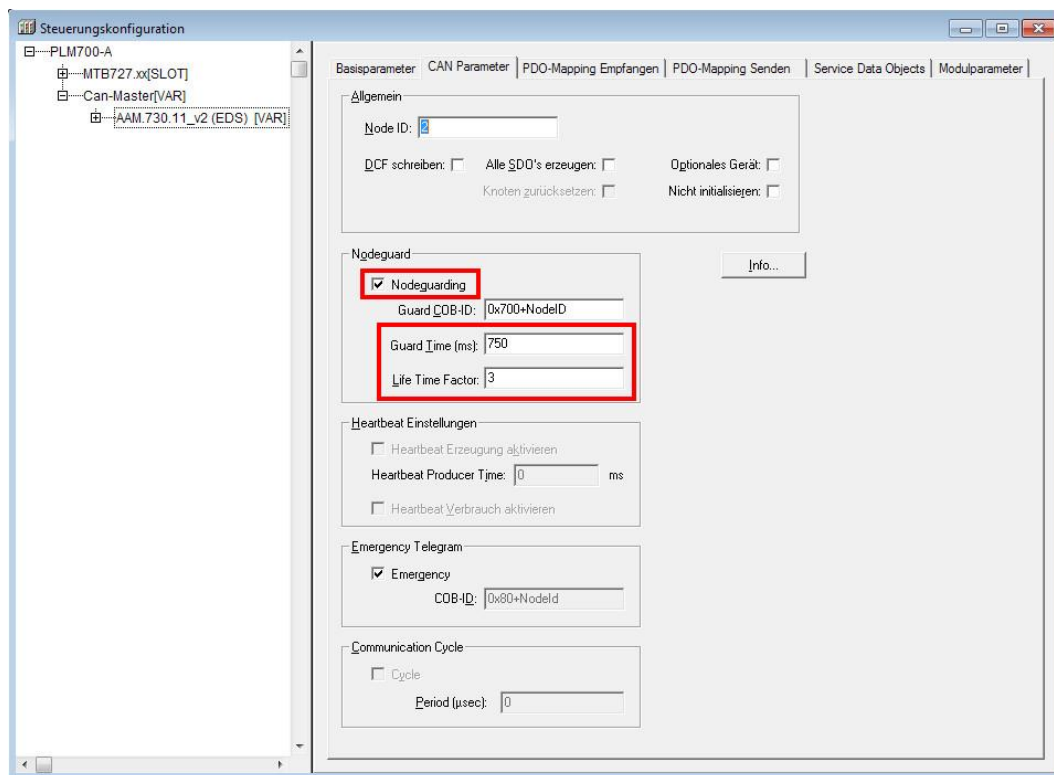

Abb. 7-9: Konfiguration des Node-Guardings
- Wählen Sie den Reiter *CAN Parameter*. Aktivieren Sie *Nodeguarding* und tragen Sie in das Feld *Guard Time* die Intervallzeit in ms für die Überprüfung und in das Feld *Life Time Factor* die Anzahl der Versuche ein (Abb. 7-9).